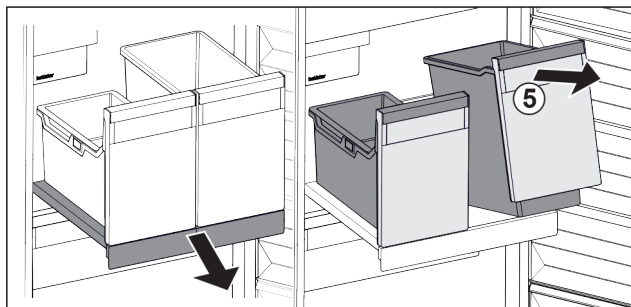

Fig. 94
- ▶ Приподнимите контейнеры Fig. 94 (5) спереди.